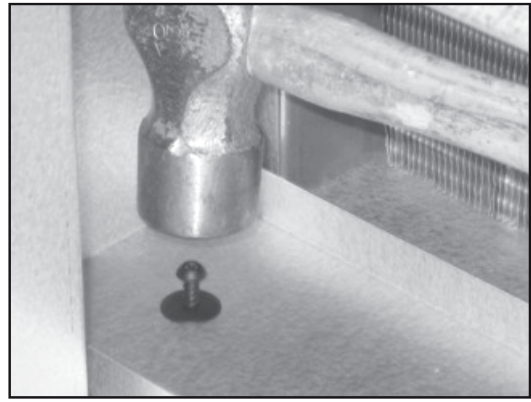

Рис. 5
- 5) забейте крепёжные штыри как показано на рис. 5;